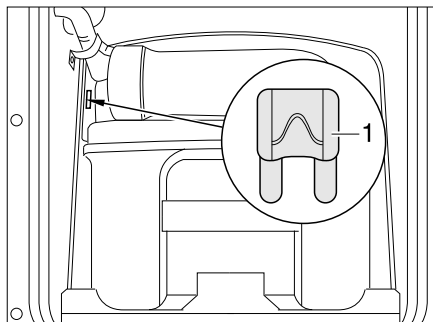
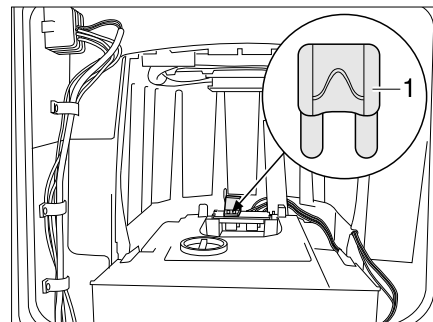

Fig. 301 Fusibile della toilette Thetford
Fig. 302 Fusibile della toilette Thetford (alternativa)
- Sostituire il fusibile (Fig. 301,1 o Fig. 302,1).